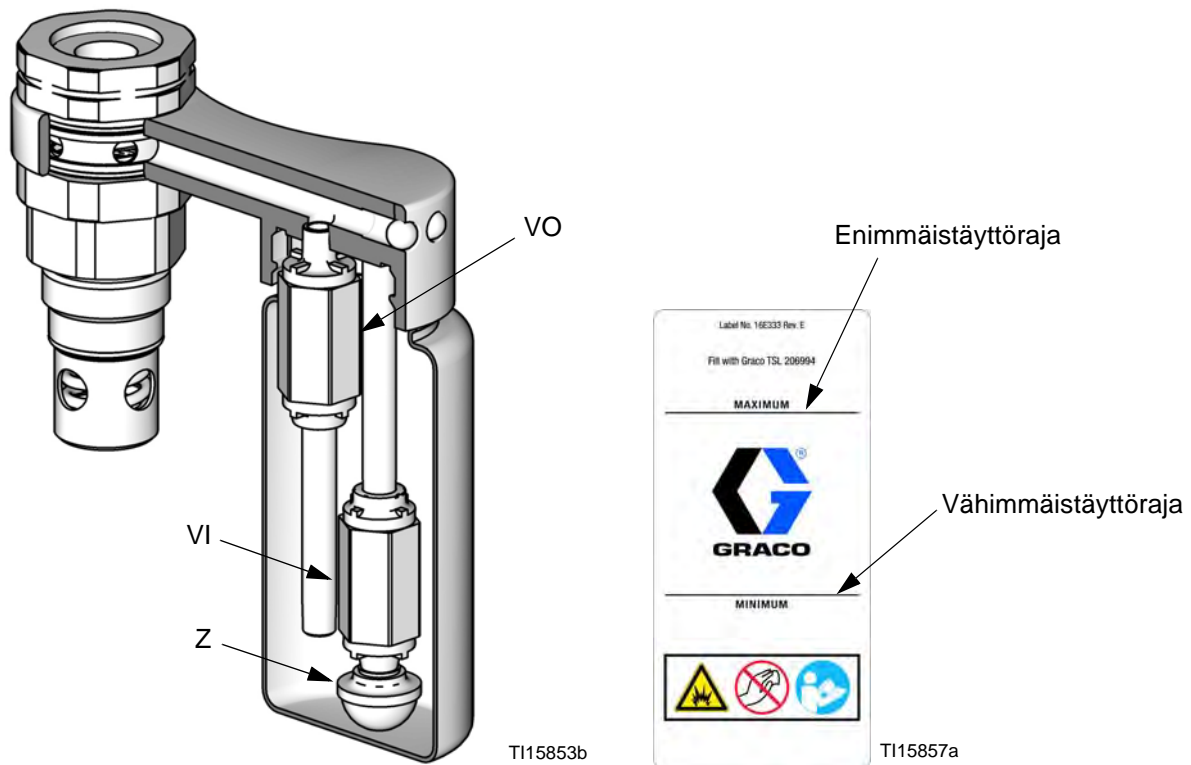

FIG. 3. TSL-säiliön leikkauskuva ja täyttörajat
1. Täytä TSL-säiliö enimmäistäyttörajaan saakka kaulatiivisteneesteellä (TSL). Katso FIG. 3 sivulta 12.
3. Puhdista sisääntulon vastaventtiilin (VI) siivilä (Z). Jos vastaventtiilit eivät ole tiiviitä ja likainen TSL-neste pääsee kulkeutumaan nestekuppiin, vaihda vastaventtiilit (VI, VO). Katso Fig. 3.